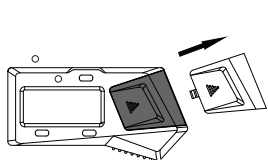

fig.1
- Retire la tapa de la batería (fig.1)